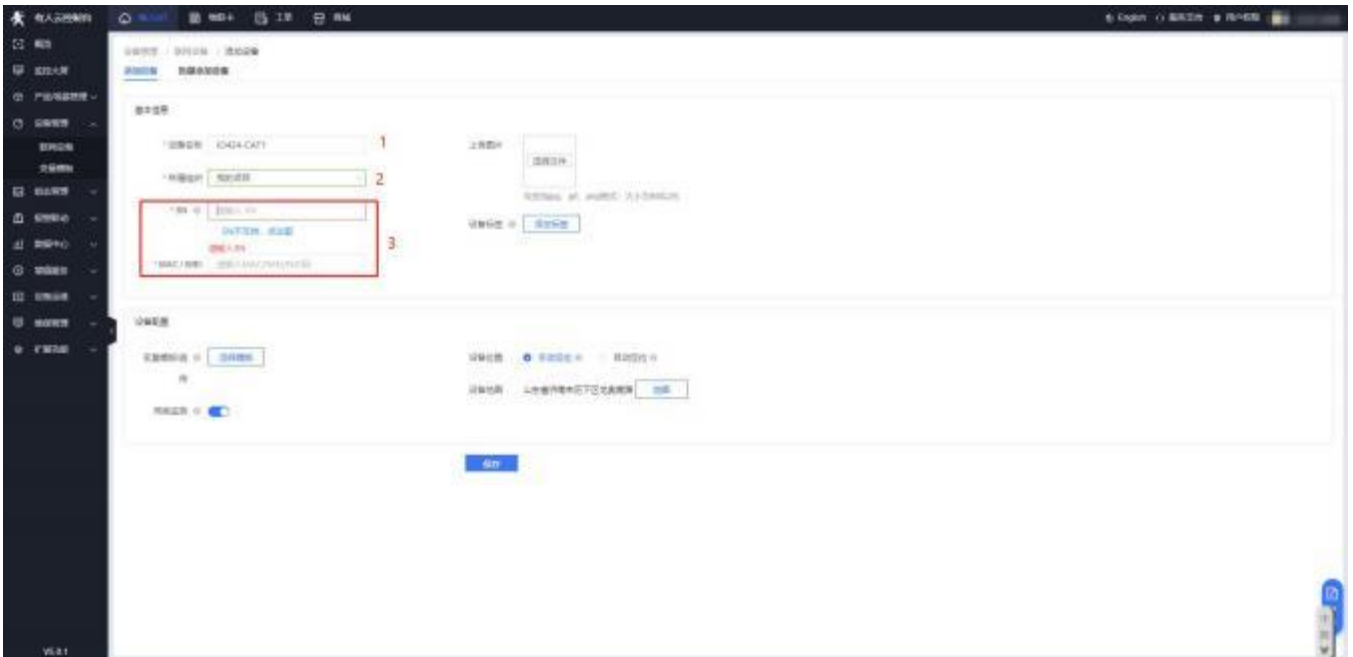

图 19 添加 IO34
10. 点击添加设备参照图 19 依次将使用的IO34 设备添加到云端。